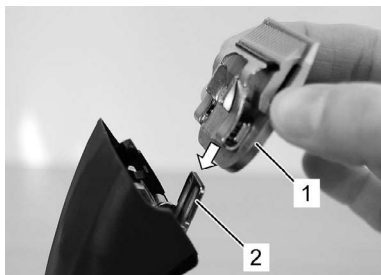

Fig. 15
6. Надеть готовую к работе насадку на поворотную лопатку и захлопнуть ее поворотным движением с небольшим нажатием для фиксации. Машинка должна быть включена (Рис. 15, 16, 17).